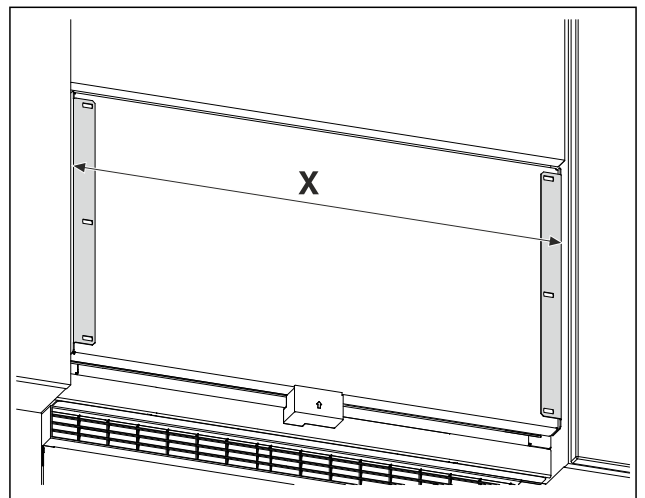

Fig. 26 Beispielhafte Darstellung
- Abstand Fig. 26 (X) zwischen den Außenkanten der Halte- winkel messen.